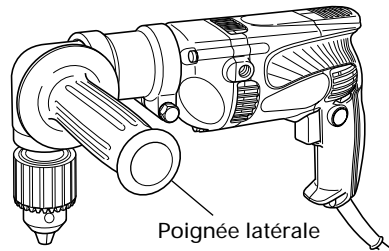

Fig. 12
- (3) Installation de la poignée latérale (Fig. 12)